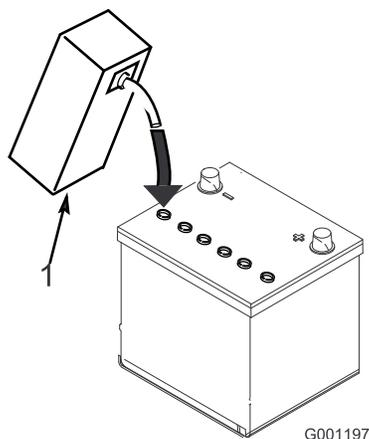

図 4
3. 各セルの電極板が液面下 6 mm程度に水没するまで、電解液を慎重に入れる 図 4。
4. 電極板が液を吸収するまで20-30分間程度待つ。必要に応じて、電極板が 6mm程度水没するぐらいに電解液を補充する 図 4。